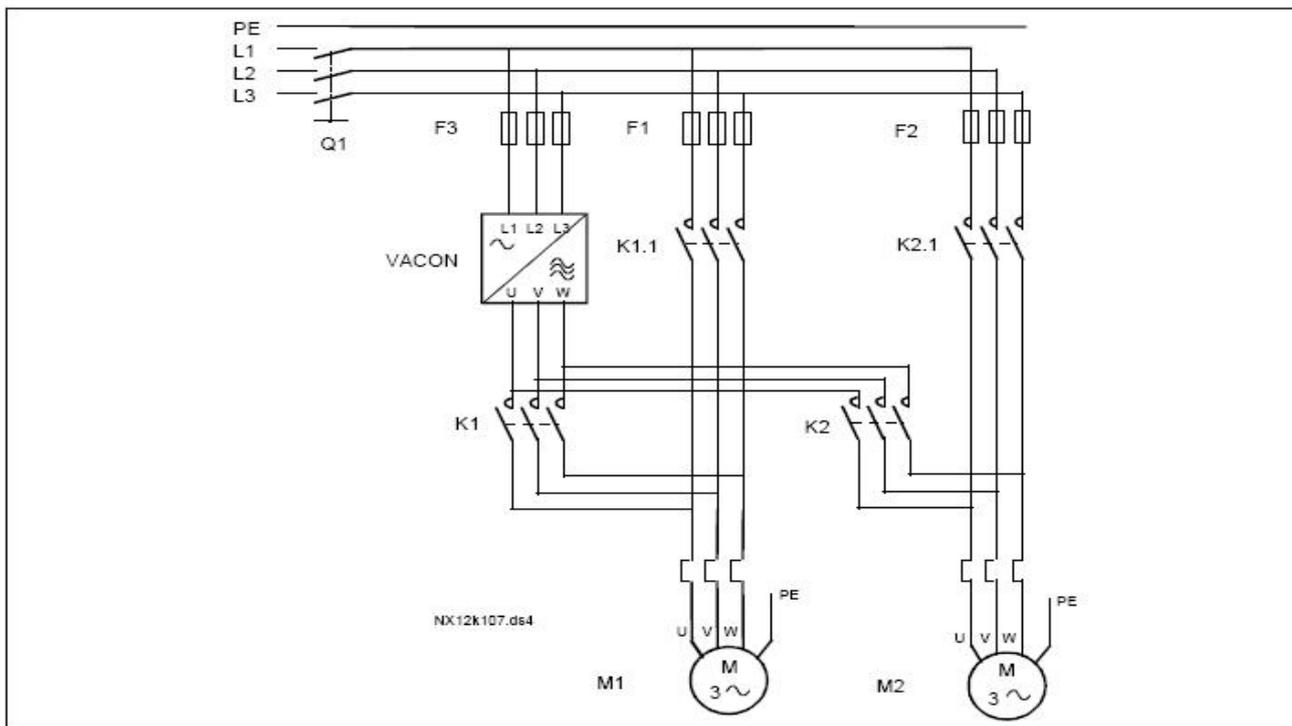
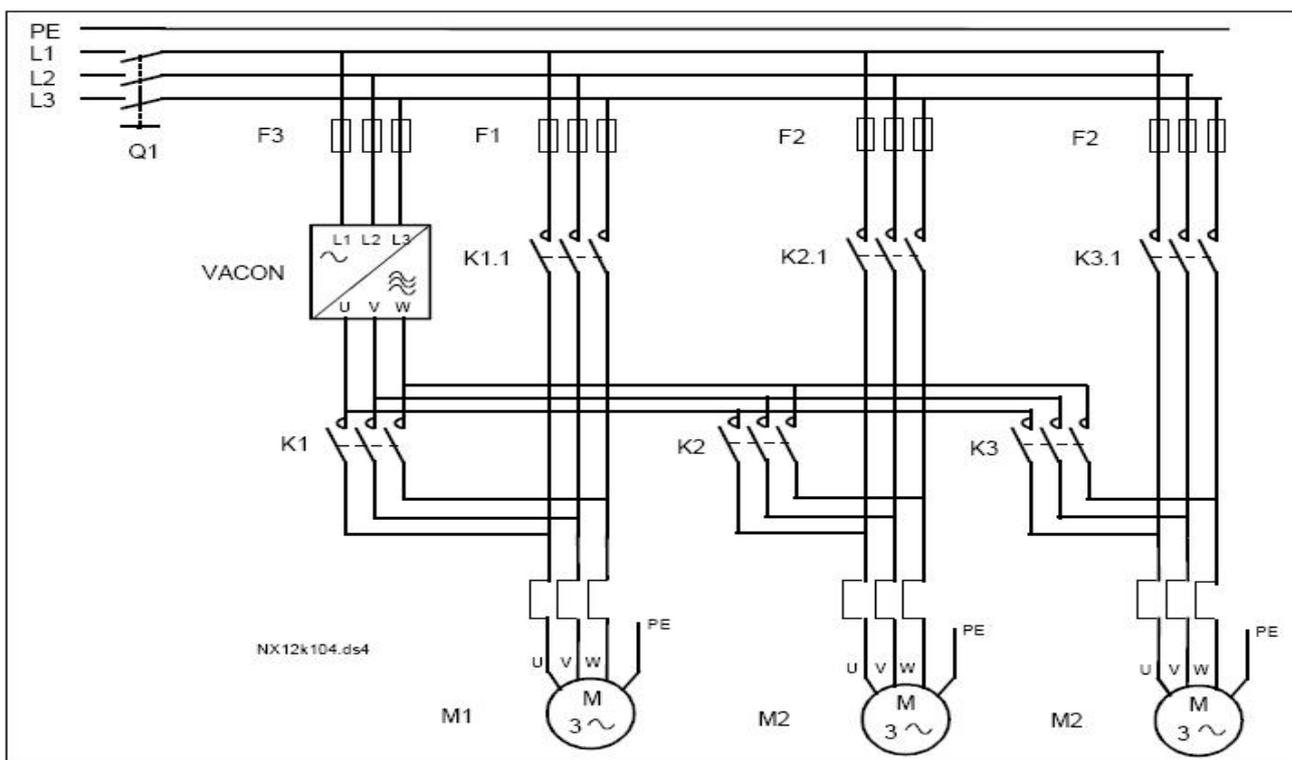

Figura 7-5. Exemplo de troca automática de 2 bombas, diagrama principal
Figura 7-6. Exemplo de troca automática de 3 bombas, diagrama principal
- Os contatos externos controlados através das saídas de relé do inversor de frequência se conectam aos comandos do inversor de frequência ou ao principal. Se o motor controlado pelo inversor de frequência estiver incluído na seqüência de troca automática, sempre será controlado através da saída de relé ativada primeiramente. Os outros relés ativados posteriormente controlam os comandos auxiliares (consulte Figura 7-5 e Figura 7-6).
A troca automática da ordem de partida e parada é ativada e somente aplicada tanto aos comandos auxiliares quanto aos comandos auxiliares e ao comando controlado pelo inversor de frequência, dependendo da configuração do parâmetro 2.9.25, seleção Automática. Por padrão, a troca automática é ativada para 2 comandos. Veja Figura 7-1e Figura 7-5.